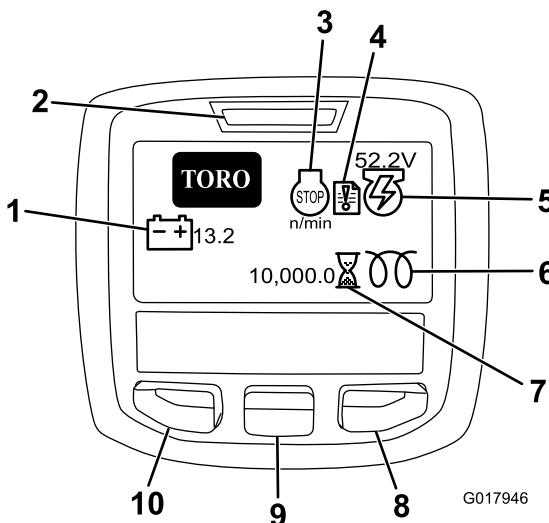
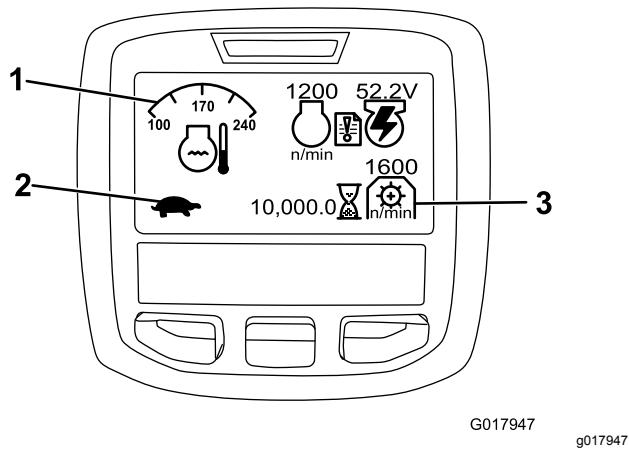

Figure 16
Figure 17
L'écran LCD de l'InfoCenter affiche des informations sur votre machine comme l'état de l'alternateur, la vitesse, ainsi que divers diagnostics et autres informations concernant la machine et le bloc batterie. La Figure 16 et la Figure 17 représentent l'écran de démarrage et l'écran information principal de l'InfoCenter. Vous pouvez alterner entre l'écran de démarrage et l'écran d'information principal à tout moment en appuyant sur l'une des touches de l'InfoCenter puis en sélectionnant la flèche de direction appropriée.
3. Déterminez le réglage de vitesse correct des cylindres en vous aidant du graphique approprié (Figure 17) pour les unités de coupe à 5, 8, 11 ou 14 lames.